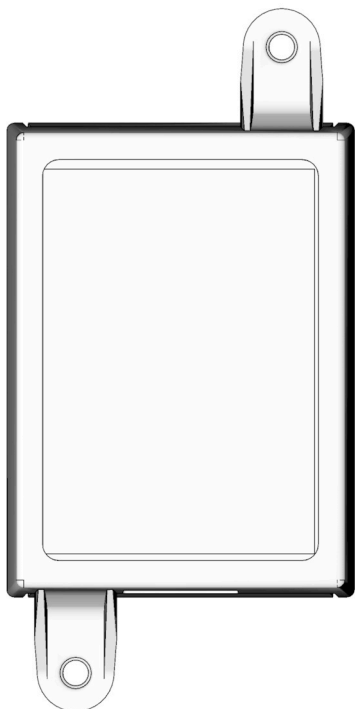

Рис. 3
2. Совместите распределительную коробку с предварительно просверленными отверстиями (Рис. 3).